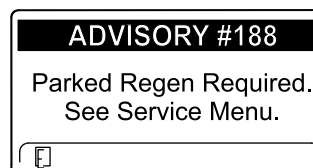

Figure 51
- ADVISORY #188 (avis n° 188), demande de régénération en stationnement, affiché (Figure 51)